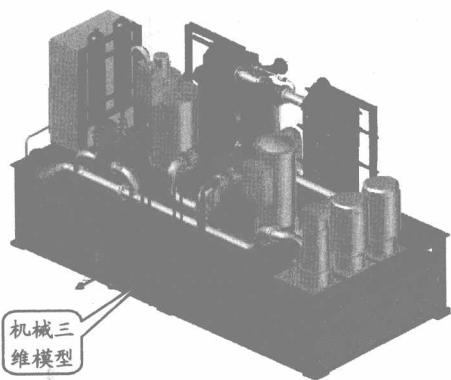

图 1-2 液压站实体模型
□ **机械制图** 机械设计是当前的一个热门行业,利用 AutoCAD、Pro/ENGINEER、UG 等一些 CAD 软件可以方便地制作出机械部件或对其进行模拟测试。例如运动仿真、装配设计、模具设计、甚至运动分析等,如图 1-2 所示的是利用 AutoCAD 创建的液压站实体模型。